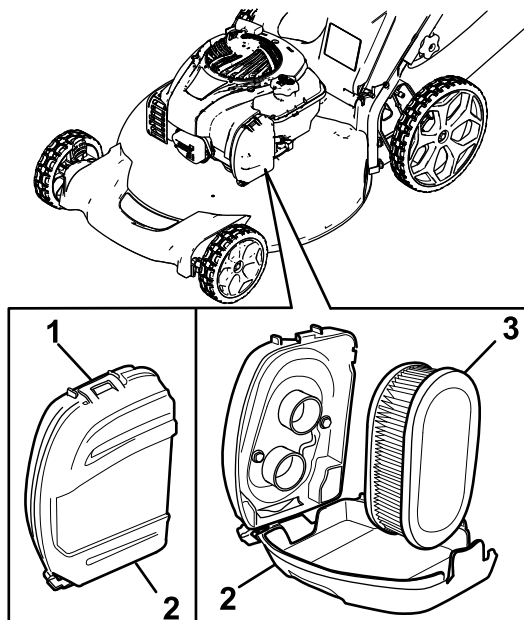

Figure 22
1. Déclipsez le haut du couvercle du filtre à air (Figure 22).
2. Déposez le filtre à air (Figure 22).